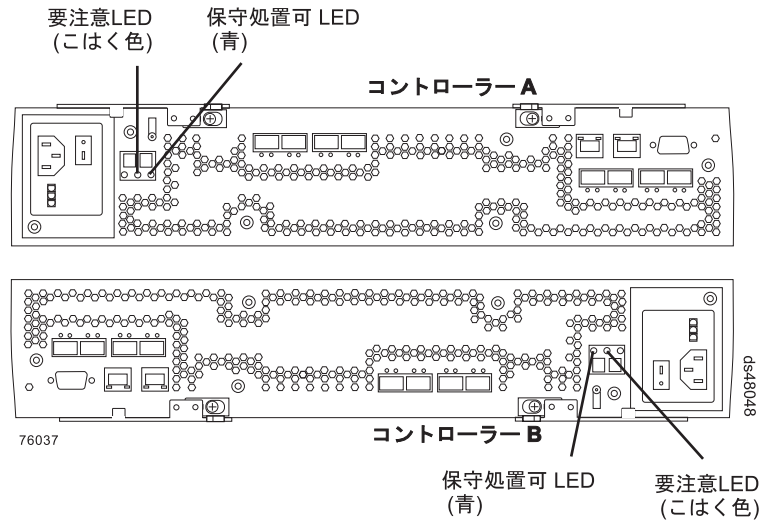

図 87. RAID コントローラーの要注意 LED と保守処置可 LED
2. ストレージ・サブシステム内のコントローラーの要注意状況 LED を調べて、障害のあるコントローラーを突き止めます。(173 ページの図 87 に、コントローラーの背面にある要注意 LED の位置を示します。)
3. 保守処置可状況 LED はオンになりましたか？(図 87 に、コントローラーの背面にある保守処置可状況 LED の位置を示します。)